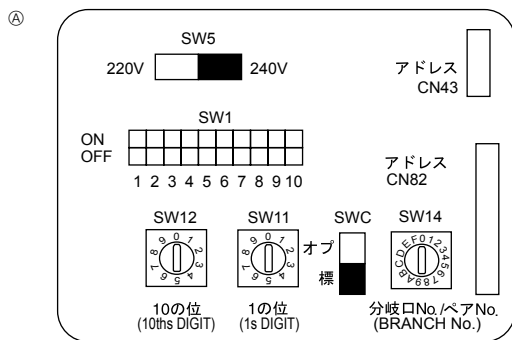

Fig. 7-4
7.5. Ρύθμιση διευθύνσεων (Fig. 7-4)
7.6. Διερεύνηση θερμοκρασίας δωματίου με το ενσωματωμένο διερευνητικό σε ελεγκτή εξ αποστάσεως (Fig.7-4)